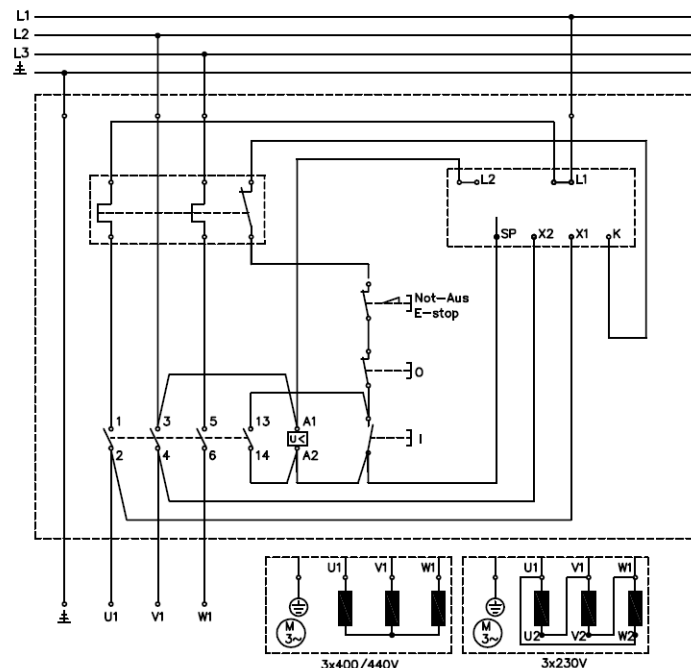

Fig.: 4.3.3 Schéma d'une ponceuse à bande avec frein
1. Une vitesse moteur avec frein, Consultez Fig. 4.3.3